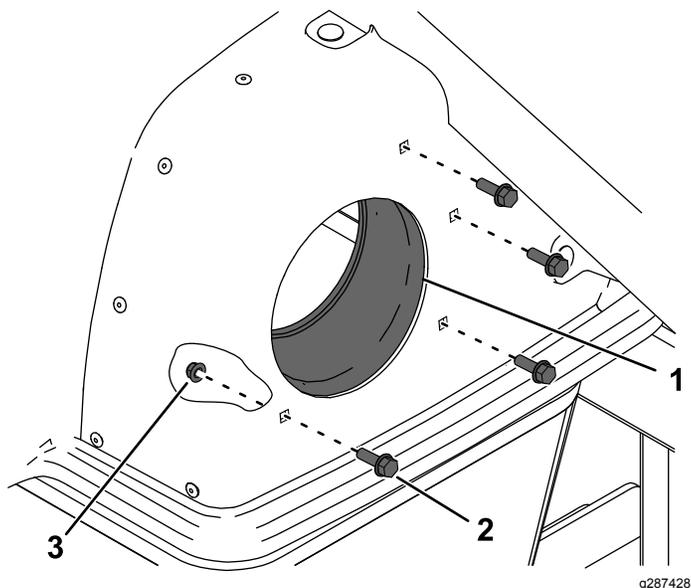

Figura 4
- 1. Manopola (4)
- 2. Morsetto del soffiatore (2)
- Sul cofano, rimuovete i 4 bulloni, i 4 dadi e l'adattatore del cofano esistenti (Figura 4).
6. Montate il nuovo adattatore del cofano inserendo 4 bulloni e 4 dadi nei nuovi fori di montaggio (fate riferimento a Figura 4). Serrate i bulloni a un valore compreso tra 10,2 e 12,4 N·m.